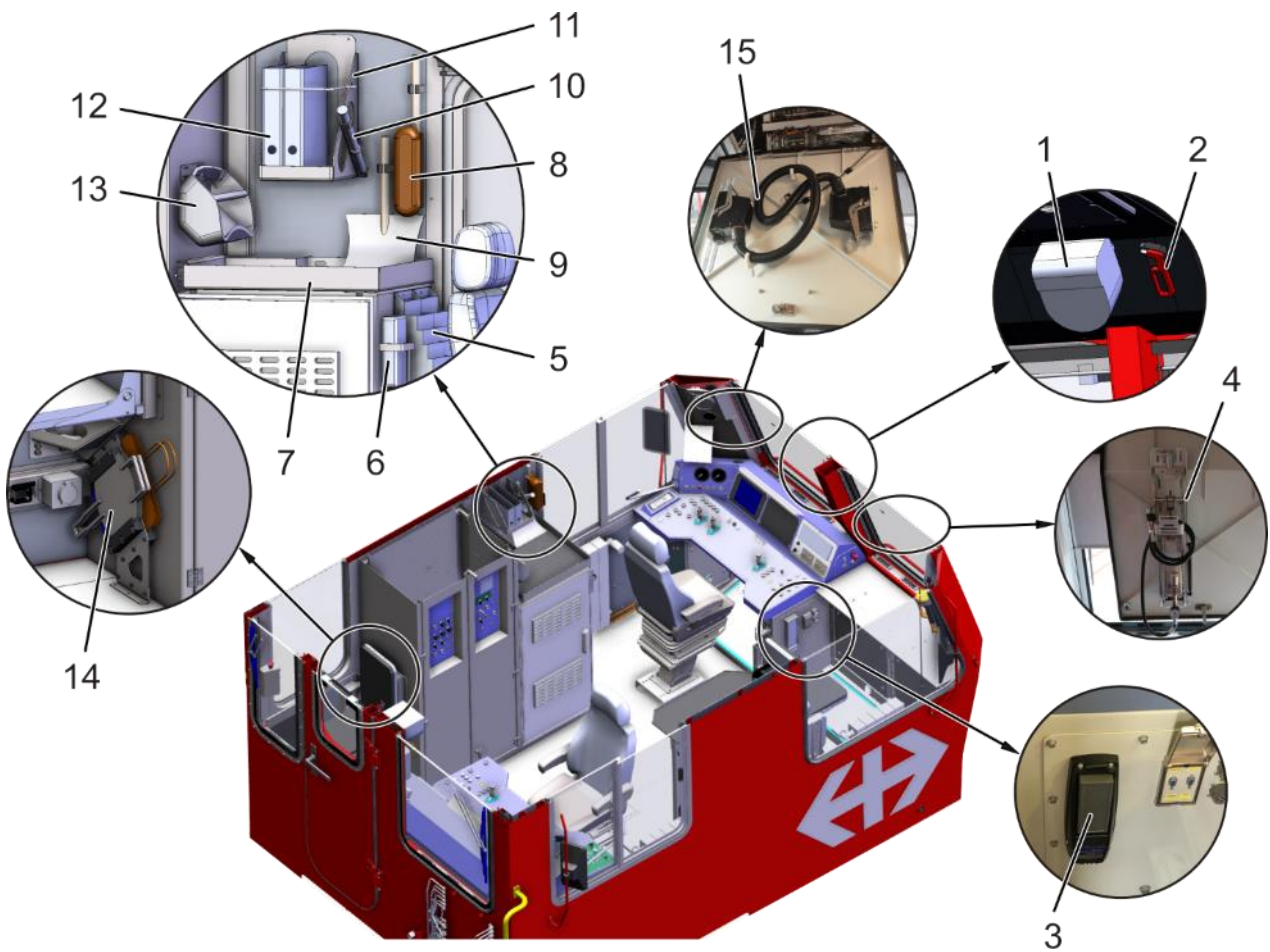

Abb. 9: Lose Ausrüstungsgegenstände, Kabine
An der Decke in Fahrtrichtung 1 befindet sich ein weiterer Sauerstoffseltretter (Fluchthaube), siehe Abb. 9 (1). Rechts neben dem Sauerstoffseltretter (Fluchthaube) ist auch der Nothammer (2) montiert.